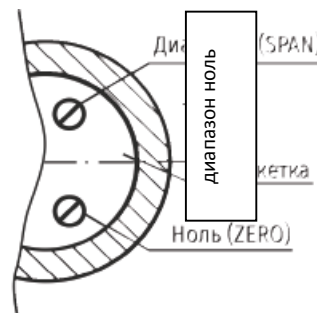

Рисунок 8 - Схема расположения корректоров НОЛЬ и ДИАПАЗОН
- получить доступ к корректорам НОЛЬ и ДИАПАЗОН (рисунок 8).
- получить доступ к корректорам НОЛЬ и ДИАПАЗОН (рисунок 8);